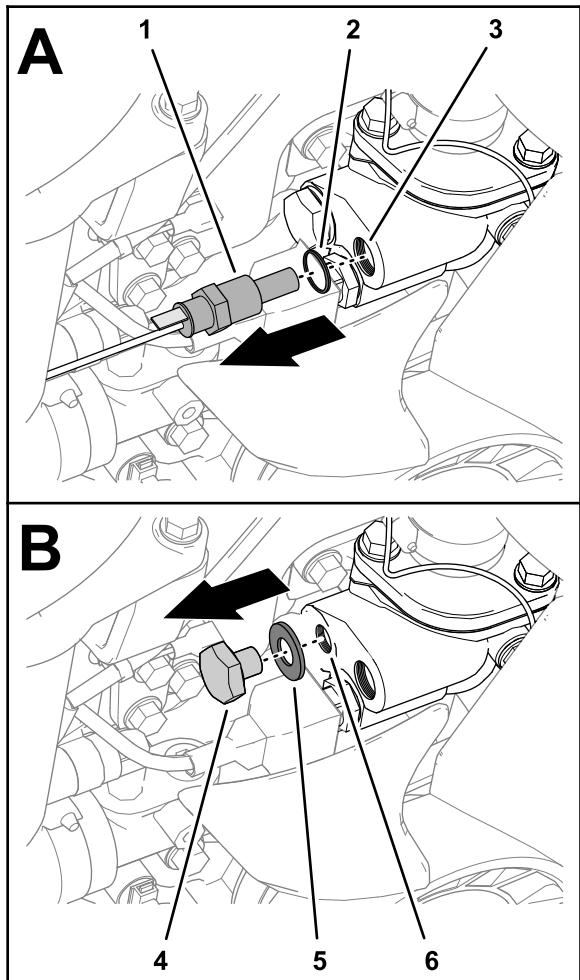

図 23
2. ウォーターポンプ後部から温度センサーとガスケットを外す図 23。
- 3. ウォーターポンプの前ポートからプラグとガスケットを外す **図 23**。